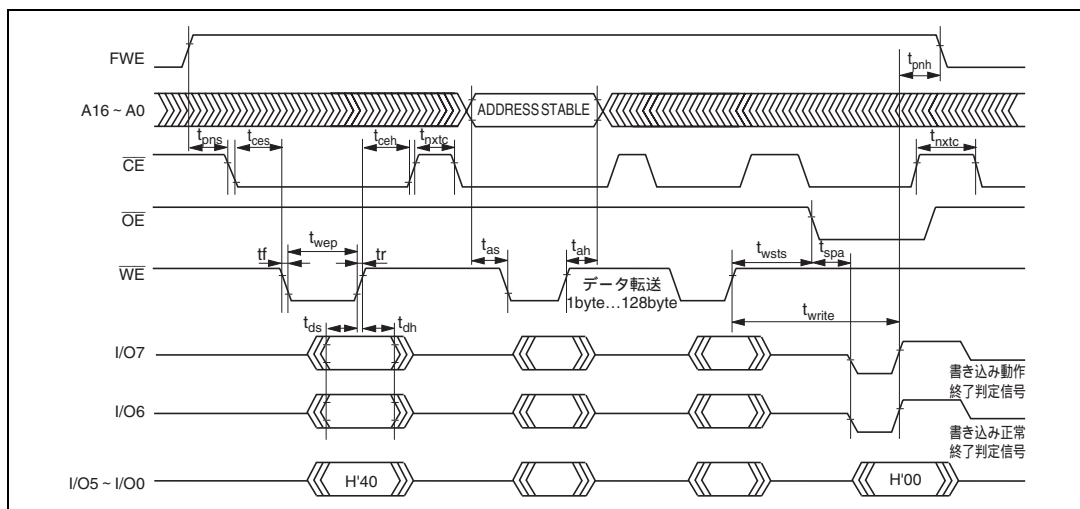

図 18.24 自動書き込みモードのタイミング波形
- (1) 自動書き込みモードでは、128バイト同時書き込みを行います。これは、バイトデータを128回連続で転送してください。
- (2) 128バイト以下の書き込みでも128バイトのデータ転送を行う必要があります。必要ないアドレスへのメモリ書き込みは、データをH'FFにして書き込みを行う必要があります。
- (3) 転送するアドレスの下位8ビットは、H'00、H'80でなければなりません。有効アドレス以外を入力した場合は、メモリ書き込み動作に移行しますが、書き込みエラーとなります。
- (4) メモリアドレスの転送は、第2サイクルで行います(図18.24)。第3サイクル以降では転送しないでください。
- (5) 書き込み動作中は、コマンド書き込みを行わないでください。
- (6) 書き込みは、各アドレスの128バイト単位のブロックに対して、1回の自動書き込みで行ってください。すでに書き込まれたアドレスブロックへの2回以上の追加書き込みは行えません。
- (7) 自動書き込み正常終了の確認には、I/O6を調べることにより行います。または、ステータス読み出しモードを使用しても確認することができます(I/O7番のステータスポーリングは、自動書き込み動作終了判定用端子です)。
- (8) ステータスポーリングのI/O6、I/O7端子情報は、次のコマンド書き込みまで保持されます。次のコマンド書き込みが行われてなければ、CE、 $\overline{OE}$ をイネーブルにすることにより読み出し可能となります。